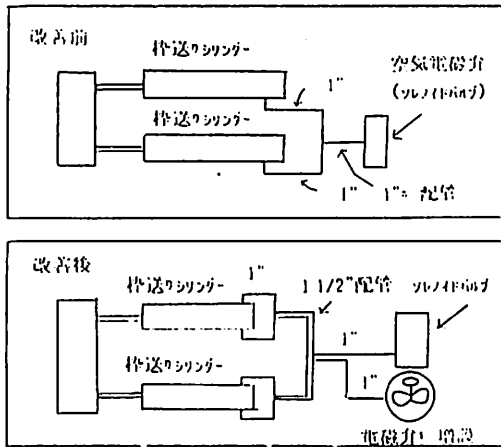
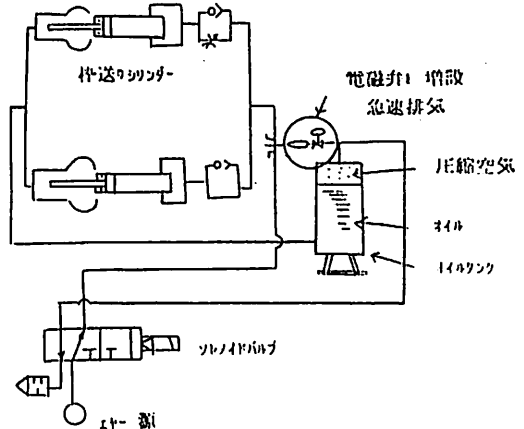

図3 棒送りプッシャー入(出)動作
図4 棒送りプッシャー入(出)動作
枠送り工程においてはプッシャーの作動時間がかなりのウエイトをしめていることがわかったので、その短縮をはかった。まず、プッシャー（出）の時のスピードを速くするために、シリンダーへのエアー供給量を増加させる改造を行った。①エアー供給配管1"をダブルにして、さらにその先の配管を11/2"にした。②プッシャー（入）のスピードアップをはかるため電磁弁1台を並列に増設し、エアーの量を増加した。改善前後の配管図を図3に示す。これにより1.4秒の時間短縮を達成した。
(3) 造型工程—その3
枠送りプッシャーの作動時間の短縮②（図4）